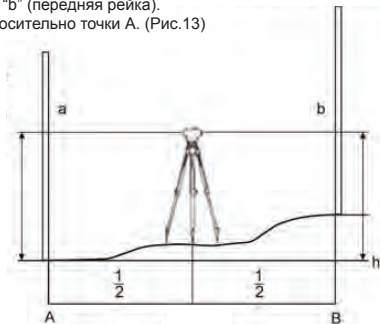

Рис.13
1) Установите прибор приблизительно посередине между точками А и В (Рис.13).
- 4) Разность отсчетов “a” и “b” является превышением “h” точки В относительно точки А. (Рис.13)